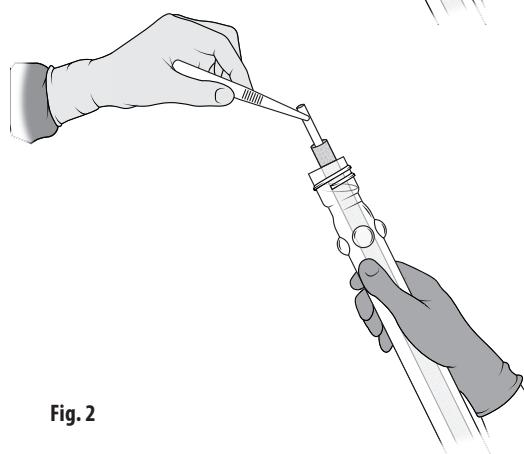

Fig. 2
4. Mandrina va pluti deasupra deschizăturii tubului. Îndepărtați proteza în mod aseptic din tub apucând capătul mandrinei și ridicând-o ușor din tub. Fig. 2. Nu permiteți ca proteza să atingă marginea exterioară a tubului. „T” din partea inferioară a mandrinei va împiedica grefa să alunece de pe mandrină.